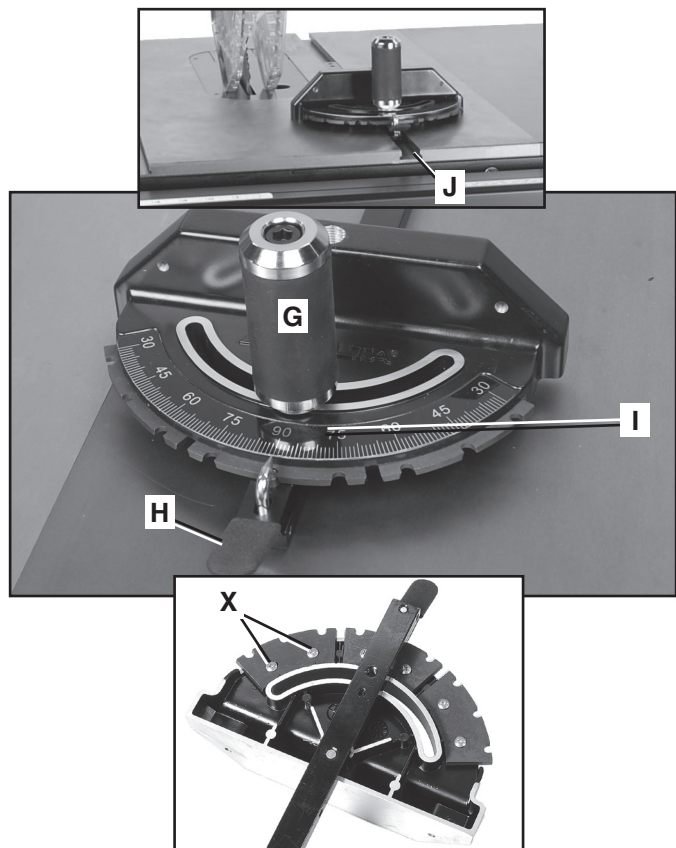

FIG. 63
Pour faire tourner le guide d'onglet, desserrer la poignée (G) fig. 63, appuyer sur le petit levier (H) vers le bas et déplacer le corps du guide d'onglet (I) à l'angle désiré.
Pour régler les butées, desserrer les vis — deux sont illustrées à (X) fig. 63. Mettre la butée à l'emplacement voulu et serrer de nouveau les vis (X).